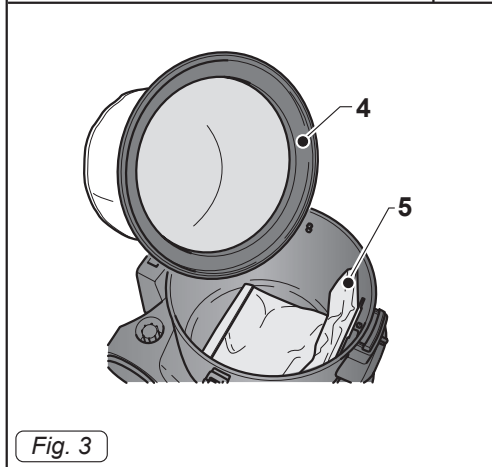

Fig. 3
- Retirer le filtre (4 Fig. 3) en polyester.
- Vérifiez que le sac fleece est monté à l'intérieur de l'appareil (5 Fig. 3).